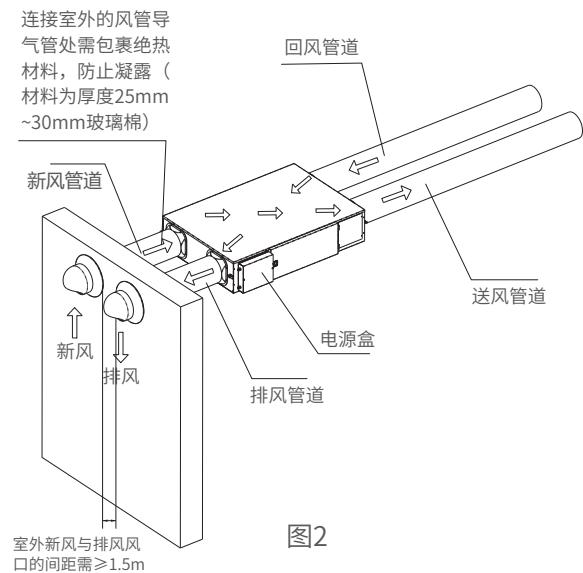

图2
3.(1)连接室外的风管导气管处需包裹绝热材料,防止凝露(材料为25mm~30mm玻璃棉);如图2